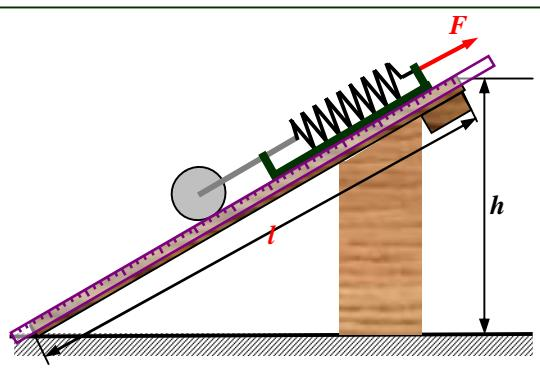

Рис. 58.4. Измерим силу F , необходимую для поддержания (равномерного перемещения) цилиндра на наклонной плоскости.
- С помощью опоры установите доску так, как это показано на рис. 58.4.